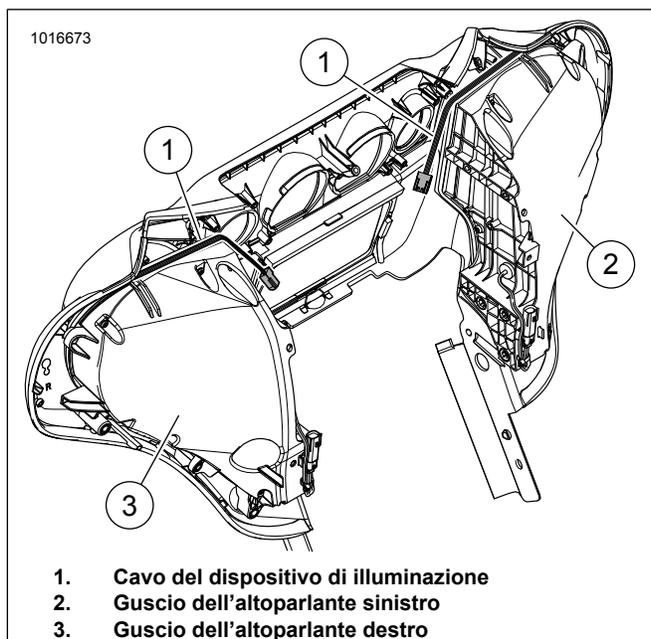

Figura 9. Mostrata carenatura FLH, la disposizione del cavo per FLTR è simile
7. Vedere la figura 9. Fare passare il cavo del dispositivo di illuminazione (1) nel modo illustrato.